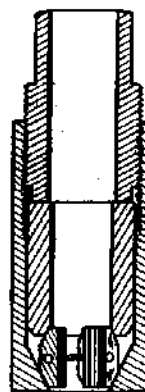

Fig. 4 _ UTILISATION DU COMPRESSEUR
b) Démonter les soupapes, (utiliser le compresseur de ressorts 1611-T, voir Pl. 2, fig. 4). Placer une cale en bois de 15 mm d'épaisseur environ sous les têtes de soupapes pour qu'elles ne s'abaissent pas sous l'action du compresseur.....	Compresseurs de ressorts 1611-T Vilebrequin 12 Clé tube 12
h) Monter un nouveau siège : Vérifier la propreté de l'embranchement et du siège, bien enlever les bavures. Tremper le siège de remplacement pendant 15 mn dans l'azote liquide. Ne pas toucher le liquide avec les doigts. Mettre le siège en place, (utiliser le mandrin MR-3098-B, voir Pl. 9, fig. 4). Procéder dans tous les cas à la rectification du nouveau siège.....	Mandrin MR-3098-B
l) Monter les soupapes, huiler les tiges et la portée sur le siège, (utiliser le compresseur de ressorts 1611-T, voir Pl. 2, fig. 4). Placer des bagues d'étanchéité (58) sur les queues de soupapes (voir Pl. 4, fig. 2) même si ces bagues n'existaient pas au démontage. S'assurer que les segments d'arrêt des cuvettes sont bien en place.....	Compresseur de ressorts 1611-T